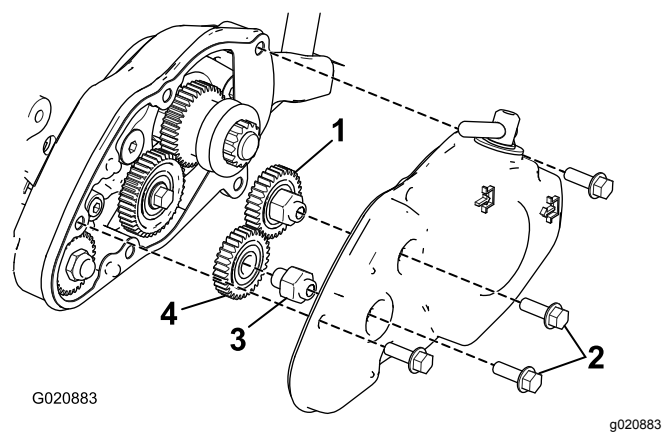

Figure 15
5. Emmanchez à la presse le pignon central retiré précédemment sur le moyeu (Figure 15).
6. Montez l'ensemble pignon central et moyeu et le pignon, du kit de rotation avant, sur le couvercle au moyen de 2 boulons à embase, comme montré à la Figure 15.